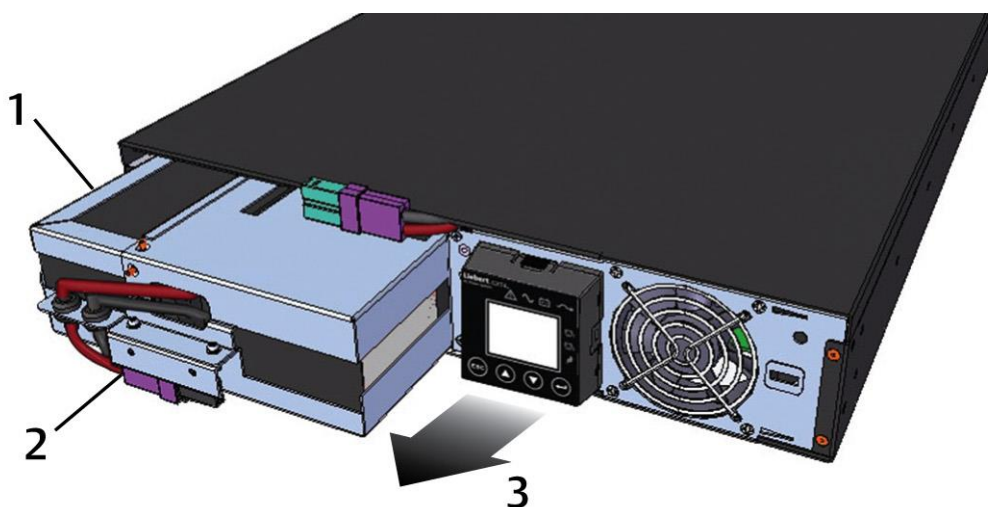

FIGURA 3: 1 = PAQUETE DE BATERÍAS INTERNAS / 2 = MANIJA DE BATERÍA / 3 = EL PAQUETE SALE USANDO LA MANIJA
6. Tomar la manija del pack, y sacar el grupo de baterías interna de los UPS, como se muestra en la figura 3